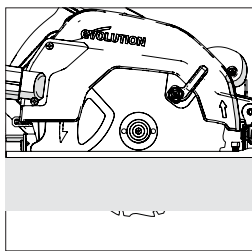

Fig. 12
- Dans la plupart des cas, la profondeur de coupe doit être réglée sur la valeur correspondant à l'épaisseur du matériau à découper, plus l'épaisseur de la moitié d'une dent de scie (du bout de la dent jusqu'à sa racine). (**Fig. 12**)
(13) RÉGLAGE DE L'ANGLE DE COUPE (BISEAU)